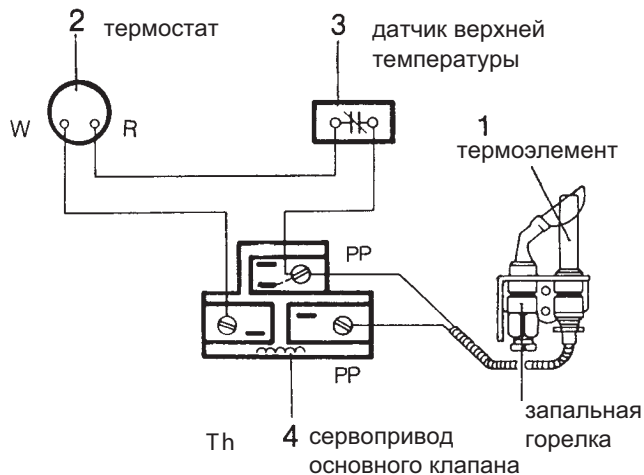

Рис. 3. Электрическая схема регулирующей цепи термотока
Датчик верхней температуры (3) на трубке отвода газа должен соединяться с термостатом (2) на сервоприводе основного клапана (4) через электрокабель (см. схему на рис. 3 и 4а).